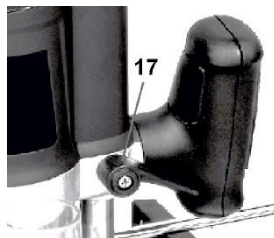

Рисунок 3
Послабити важіль фіксації налаштування глибини фрезерування (занурення фрези) (17) (рисунок 3).
Затягнути важіль (17) (рисунок 3).
3.6.2 Послабте важіль фіксації налаштування глибини фрезерування (занурення фрези) (17) (рисунок 3).
3.6.4 Надійно закріпіть важіль фіксації налаштування глибини фрезерування (17) (рисунок 3), повернувши важіль у положення фіксації.